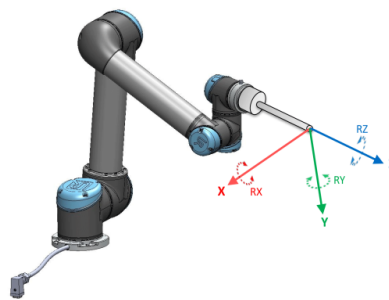

Рис. 13.2: Деталь Инструмент (ЦТИ)
- Деталь Инструмент: определяется с помощью начальной точки в центре текущей ЦТИ (см. рисунок 13.2)